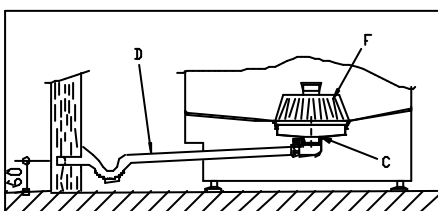

Fig. 5
a) Fijar la manguera de desagüe como indica la Fig.5.